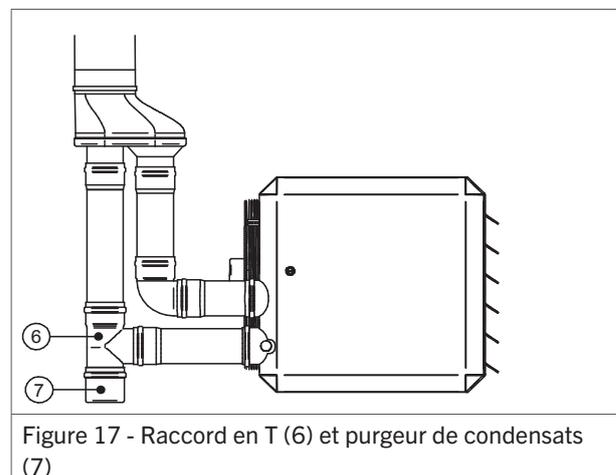

Figure 17 - Raccord en T (6) et purgeur de condensats (7)
- Ajouter un raccord en T (figure 17).
- Ajouter un purgeur de condensat (figure 17).